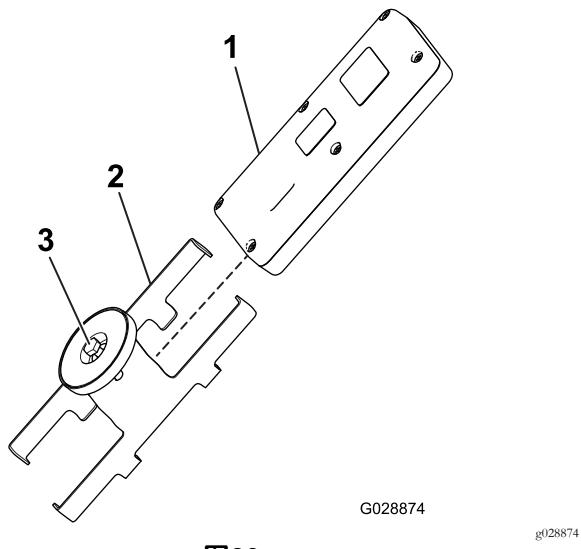

图30
1. 旋松磁性遥控器支架上磁体内的螺栓 图 30。
2. 将支架滑到侧面然后拆下遥控器 图30。
8. 将手持遥控器装入磁性遥控器支架将两半滑到一起并固定然后拧紧磁体内的螺栓 图30。